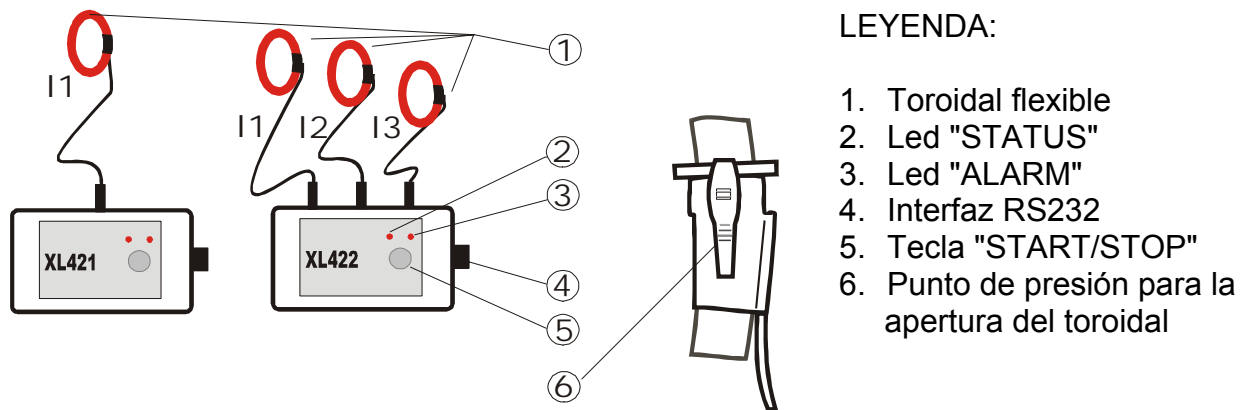

Fig. 1: Descripción del instrumento
2. Abra el toroidal flexible ejercitando una presión sobre el punto previsto (ver Fig. 1).
2. Abra el toroidal flexibles ejercitando una presión sobre el punto previsto (ver Fig. 1).